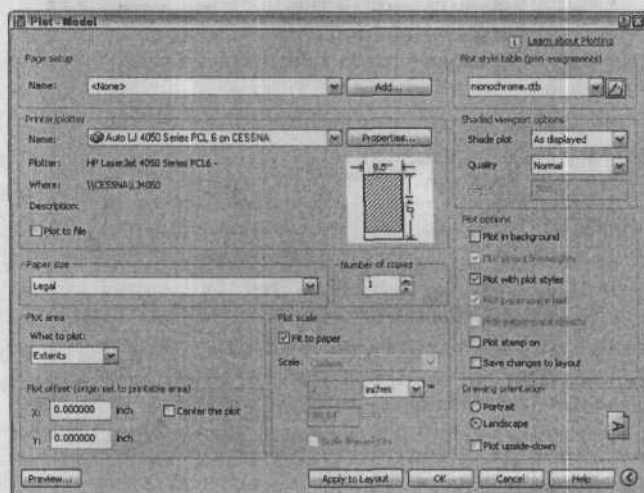

Рис. 12.3. Расширенное диалоговое окно **Plot**
В диалоговом окне **Plot** появятся дополнительные параметры печати (рис. 12.3).
12. Убедитесь, что в группе **Plot options** (Параметры печати) установлен флажок **Plot with plot styles** (Печатать, применяя стили печати) и снят флажок **Save changes to layout** (Сохранять изменения в компоновке), как показано на рис. 12.3.